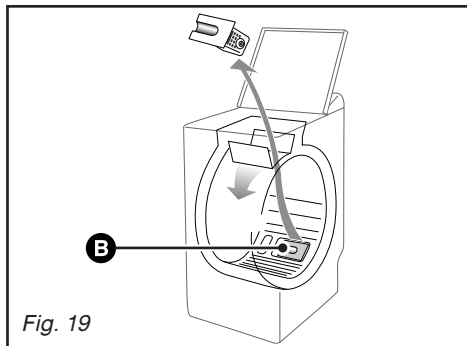

Fig. 19
- tournez légèrement le tambour, portillons ouverts, vers l'avant de la machine (Fig. 19)
- retirez-le de son logement (Fig. 19)